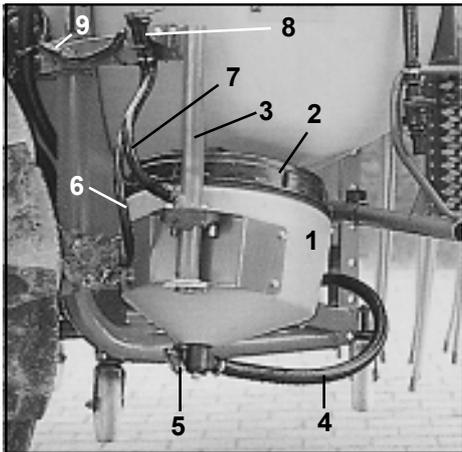

Fig. 12.10
- 2 - Kanisterspüldüse (rotierende Düse). Zum Ausspülen von Kanistern oder sonstigen Behältnissen, Kanister über Kanisterspüldüse spülen und nach unten drücken. Zum Ausspülen des Einspülbehälters Einspülbehälteröffnung mit Schraubdeckel verschließen und den Hahn für die Kanisterspüldüse an der Hahngruppe (Fig. 12.10/ 8) öffnen.